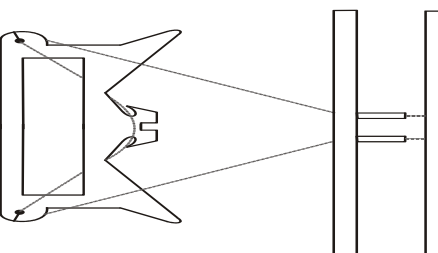

Fig. 1: Fijación del asa 1
- Colocar el asa número 1 en el centro del bucle, según se muestra en la fig. 1.